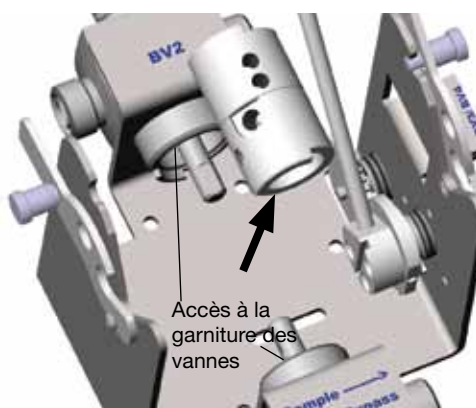

Fig. 4
7. Sortez l'ensemble de la poignée noire. Fig. 4.